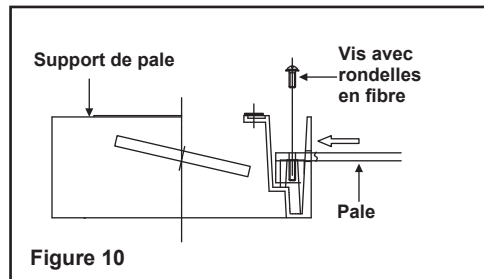

Figure 10
Étape 1. Insérez la pale dans le support de pale. Alignez les trous de la pale et du support de pale, puis fixez à l'aide d'une vis et d'une rondelle en fibre. (Fig. 10)